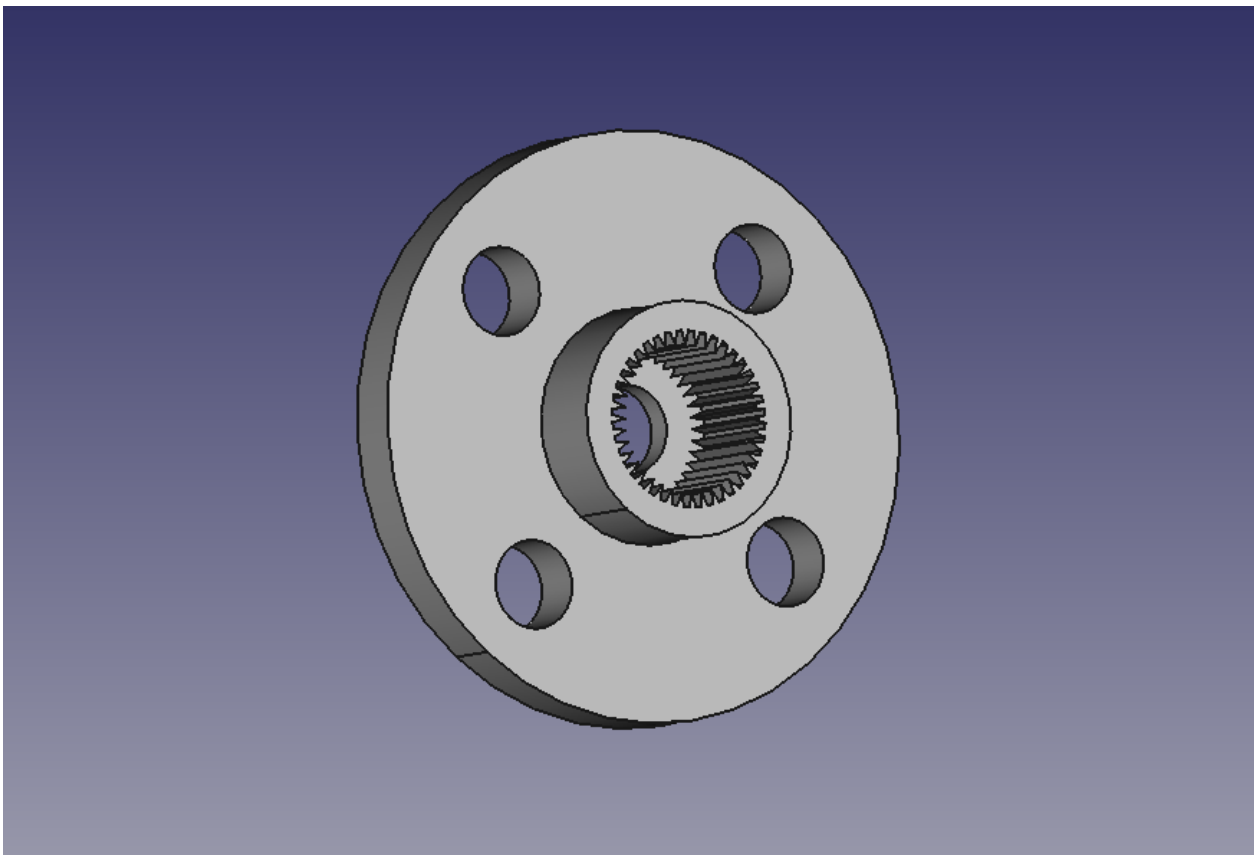

Рис.10. Фланец сервомотора
14. В результате получаем готовую модель фланца сервомотора Flange, приведенную на Рис.10. Ось вращения фланца по оси X его LCS_0.